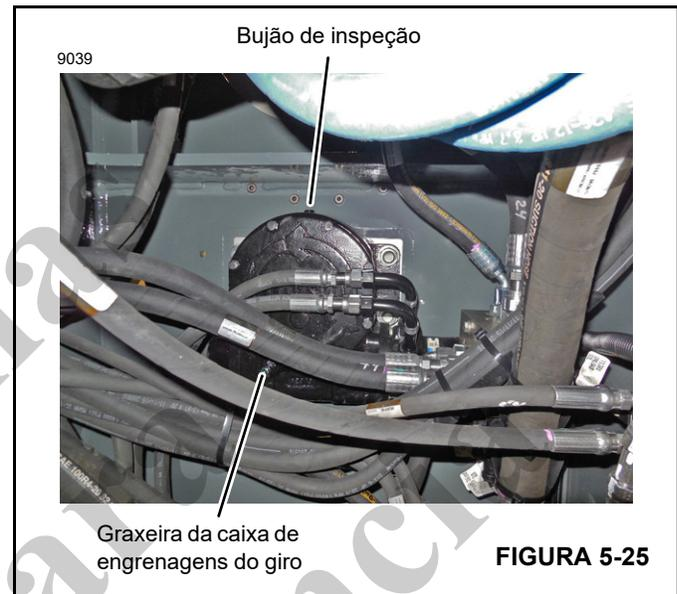

FIGURA 5-25
2. Limpe a graxeira e o bujão de verificação (Figura 5-25).